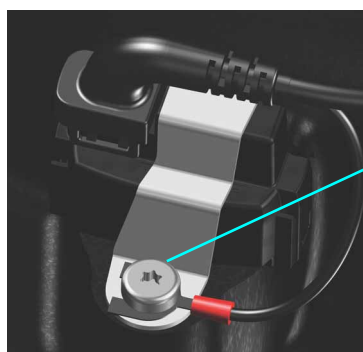

Рис. 53 Заземляющий провод датчика
**Важно обеспечить, чтобы заземляющий провод датчика был правильно подсоединен к корпусу насоса. При необходимости вновь затяните винт с усилием 5 Нм. См. рис. 53.**